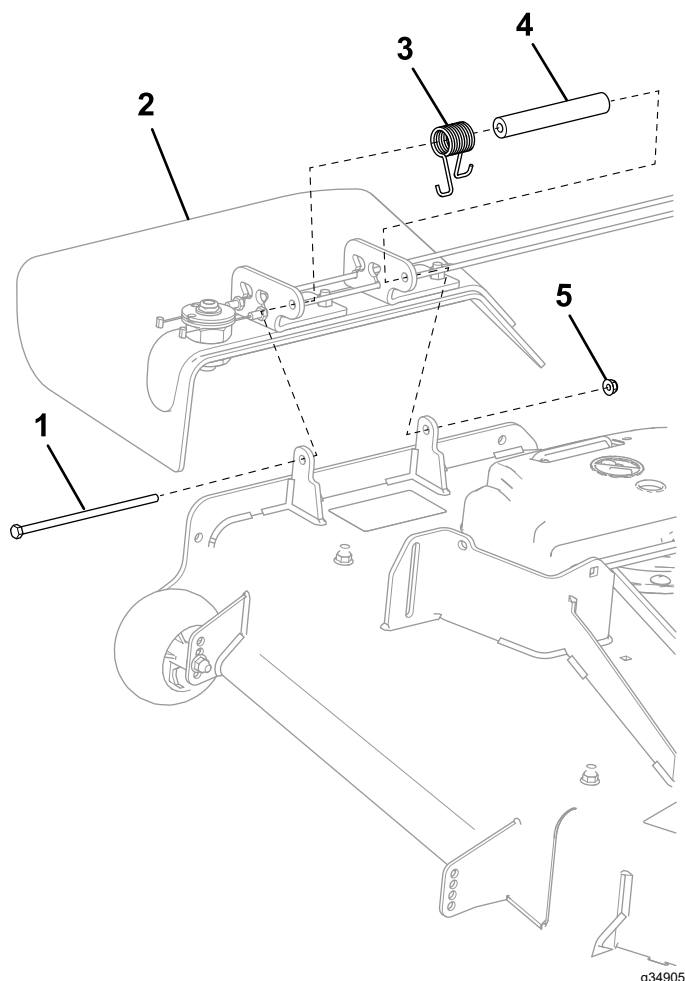

Bild 7
1. Setzen Sie das neue Distanzstück und die Feder auf den Auswurfkanal (Bild 7).
2. Befestigen Sie die Sechskantschraube (5/16" x 7½") und Sicherungsmutter (5/16"), wie in Bild 7 dargestellt.